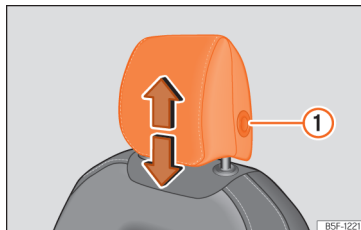
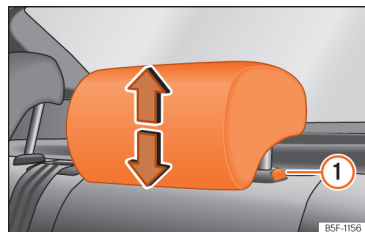

Fig. 94 Seient davanter: regulació del reposacaps.
Fig. 95 Reposacaps del darrere: regulació del reposacaps.
- Agafeu el reposacaps amb les dues mans pels costats i empenyeu cap amunt fins a encaixar-lo amb la posició desitjada. Per abaixar-lo, feu la mateixa acció tot prement el botó lateral (1) » » fig. 94 , » » fig. 95.